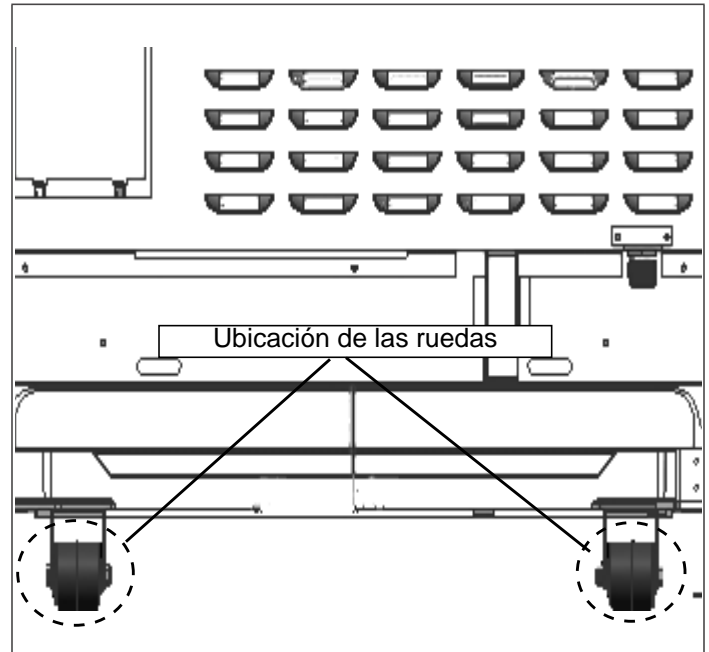

Figura 24: Ubicación de las ruedas
- Las patas traseras de las estufas tienen ruedas (vea la figura 24). Esas ruedas facilitan el desplazamiento de la estufa. Puede empujar la estufa en su posición final levantando ligeramente la parte delantera del aparato.
Prueba de llama: opción Alta. Gire la perilla del quemador a HI. Vea la Figura 24 para conocer las características de una llama correcta.